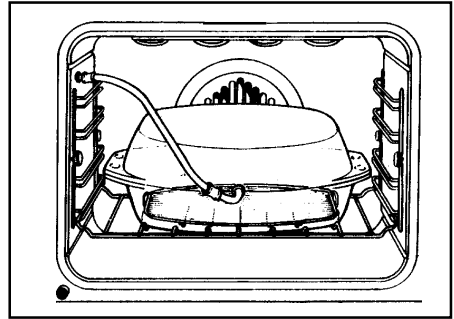

Рис. 29
- диетический противень из специального стекла, состоящий из двух половинок с отверстием для прохода инжектора пара (Рис. 29);